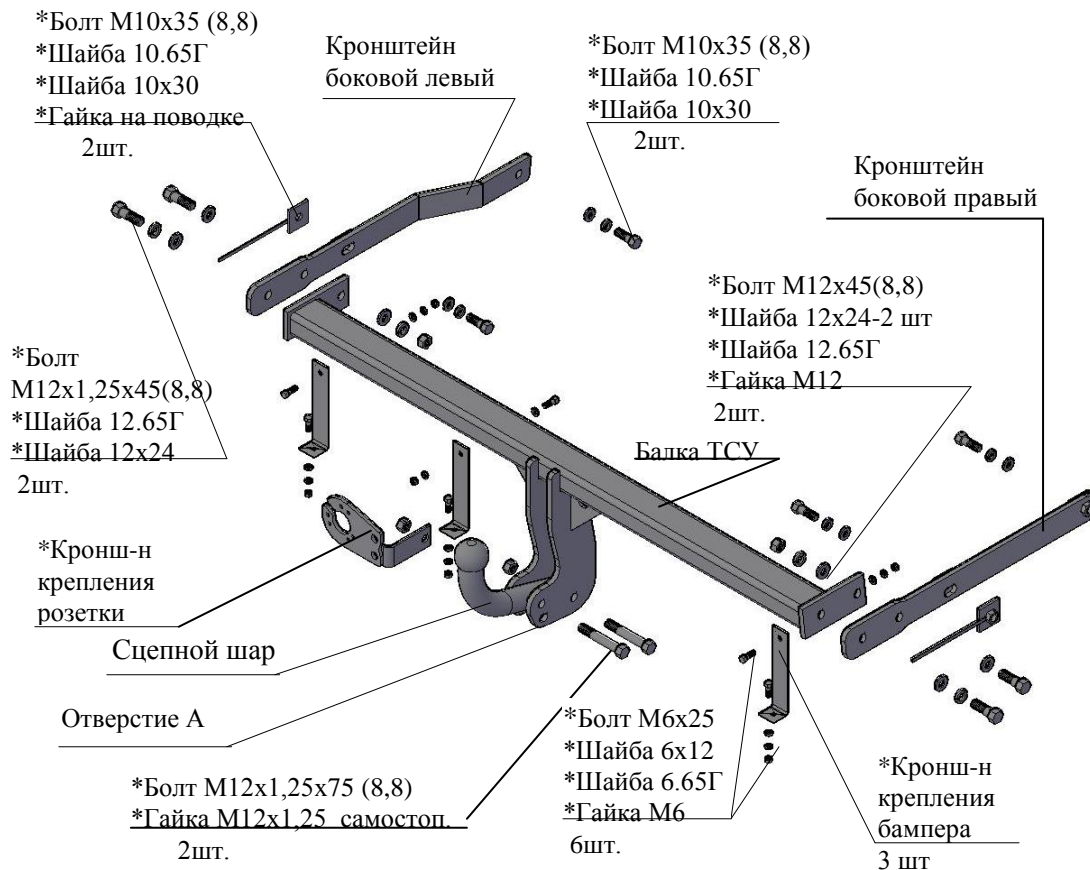

Рис.1 Тягово-сцепное устройство ТСУ 9050.
2.1 ТСУ 9050 в сборе (рис.1)	1 шт.
2.2 Пакет с комплектующими (см. рис.1)	1 шт.
4.3 Вставить боковые кронштейны ТСУ (правый и левый соответственно рис.1) внутрь лонжеронов. Закрепить кронштейны к боковым внутренним (а слева и к внешней) полкам лонжеронов а/м болтами М10х35, (к задним отверстиям по ходу а/м - гайками М10 на поводке), под головки болтов подложить шайбы 10.65.Г и шайбы 10х30. (При необходимости под передний по ходу а/м болт рассверлить в левом лонжероне отверстие Ø12.5). Крепеж не затягивать.
4.7 Установить на место глушитель, термозащиту, бампер (используя кронштейны крепления бампера и болты М6х25, шайбы 6х12, шайбы 6.65Г и гайки М6 соответственно рис.1).